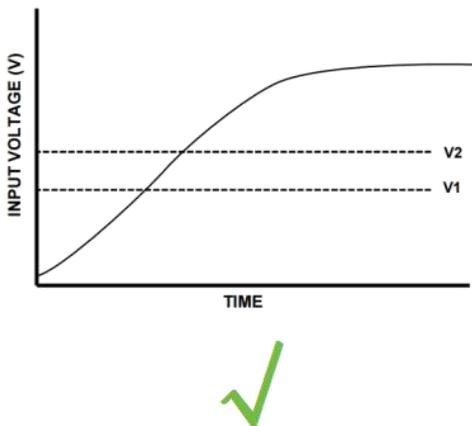
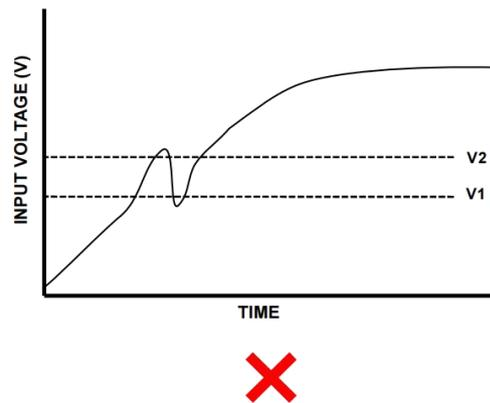

图 3-9 单调性电源
图 3-10 非单调性电源
iSMK 在进行电源上电时必须使用图 3-9 所示的单调性电源, 如果使用了图 3-10 所示的非单调性电源, 在偏差接近任何阈值电压时, 非单调性斜坡可能会引起驱动器启动异常等问题, 从而发生错误故障。
- 图 3-9 和图 3-10 中标注的 V1 表示 10V 电压, V2 表示 17V 电压。